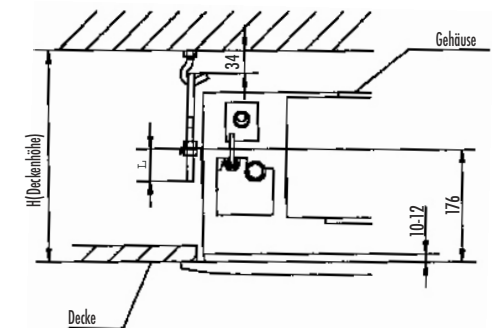

Abbildung 36
Die Länge kann errechnet werden aus Abb. 36:
- Regulieren Sie die Position so, dass die Spalten zwischen dem Gerätekörper und den vier Seiten der Decke gleichmäßig sind. Das Unterteil des Gerätes sollte 10-12 mm in die Decke hineinragen (Siehe Abb. 36).